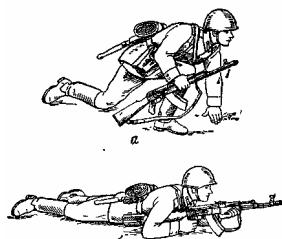

Рис. 4.5. Порядок принятия положения для стрельбы лежа из автомата
2) Если автомат в положении «**на грудь**», взять левой рукой автомат снизу за цевье и ствольную накладку и, приподнимая его несколько вперед и вверх, вывести правую руку из-под ремня, а затем перекинуть ремень через голову и взять автомат правой рукой за ствольную накладку и цевье дульной частью вперед. В дальнейшем положение для стрельбы лежа принимается так же, как и из положения с автоматом «**на ремень**» (Рис. 4.5).